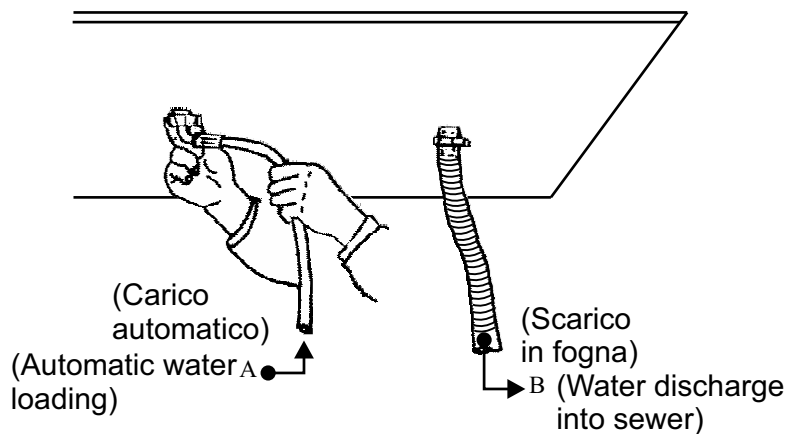

Fig.2
Se si utilizza la cappa non completamente aperta "H1" e poi si dovesse cambiarle di nuovo l'altezza d'apertura in "H2 ...", prima vanno resettati gli attuatori (A)(FIG.2), portando SEMPRE a fine corsa, superiore o inferiore, la cappa. Per evitare eventuali disassamenti fra loro. **IMPORTANTISSIMO**
When using the dome not completely open "H1" and afterwards one changes again the height of the opening like "H2", you have to reset before the lifting motors (motoreducers) (A)(FIG.2) bringing the dome ALWAYS at its upper or lower limit stop. This to avoid any eventual misalignment between the two motoreducers. **VERY IMPORTANT !**
Wenn die Abdeckhaube nicht komplett hochgefahren utilized wird "H1" und die Hoehe zwischendurch verstellt wird "H2", muss man Antriebmotore (A) (FIG.2) zurueckstellen (Reset) und die Abdeckhaube IMMER komplett hochfahren oder komplett herunterfahren um Fluchtfehler zu vermeiden. **SEHR WICHTIG**
MUY IMPORTANTE. Si la campana se usa no completamente elevada H1 y en seguida se cambia el nivel de elevación en H2 , hay que reajustar los motores (A)(FIG.2) llevando SIEMPRE la campana, hasta el limite, inferior o superior, para evitar posible desviaciones entre los motores.
Dans le cas où le couvercle n'est pas complètement ouvert « H1 » et vous devez le ouvrir encore en «H2 » , avant de faire ça il faut réinitialiser les motoreducteurs (A)(FIG.2) en conduisant TOUJOURS en fin de course vers le haut ou vers le bas, le couvercle.
1. Sostenere la cupola. **2.** Togliere l'alimentazione. **3.** Rimuovere le griglie di aerazione. **4.** Allentare le viti di fissaggio del supporto motore, poste sui lati esterni, sotto la vasca. **5.** Sfilare il motore dal supporto. **6.** Nel caso il motore fosse bloccato con la catena di sollevamento all'interno del tubo di guida, occorre svitare tutte le viti del supporto e sfilare il motore e la catena verso il basso. **7.** Scollegare i fili di alimentazione elettrica del motore stesso. **8.** Sostituire il motore e ripristinare tutto nelle stesse posizioni (vedi Fig.2).
1. Lower the cover. **2.** Turn the appliance off. **3.** Remove the ventilation grilles. **4.** Loosen the fixing screws of the motor support, on the outside, under the basin. **5.** Take the motor out of the support. **6.** If the motor is blocked by the lifting chain inside the guide tube, you must remove all screws of the support and proceed to remove the motor and chain from the bottom. **7.** Disconnect the motor's power supply wires. **8.** Replace the motor and refit all components removed (see fig.2)
1. Die Kuppel festhalten. **2.** Strom wie abschalten. **3.** Lüftungsgitter entfernen. **4.** Lösen Sie die Befestigungsschrauben des Motorlagers, die sich an den Außenseiten unter der Wanne befinden. **5.** Ziehen Sie den Motor aus dem Motorlager. **6.** Sollte der Motor mit der Hubkette innerhalb des Führungsrohrs blockiert sein, müssen alle Schrauben des Lagers abgeschraubt und der Motor und die Kette nach unten herausgezogen werden. **7.** Die Stromversorgungskabel vom Motor trennen. **8.** Den Motor ersetzen und alles in der ursprünglichen Position wieder montieren (siehe Abb. 2).
1. Ondersteun de koepel. **2.** Sluit de elektriciteit af. **3.** Verwijder de ventilatieroosters. **4.** Draai de bevestigingsschroeven van de motorbehuizing aan de buitenzijden, onder de bak, los. **5.** Haal de motor uit de behuizing. **6.** Indien de motor door de hefketting in de geleidebuis geblokkeerd is, dient u alle schroeven van de behuizing los te draaien en de motor en de ketting naar beneden weg te nemen. **7.** Maak de elektriciteitsdraden van de motor los. **8.** Vervang de motor en breng alles weer in de oorspronkelijke staat terug (zie Fig. 2)
1. Sustente a cúpula. **2.** Desligue a alimentação eléctrica. **3.** Remova as grelhas de ventilação. **4.** Desaperte os parafusos de fixação do suporte do motor, situados nos lados externos, em baixo do tanque. **5.** Extraia o motor do suporte. **6.** Se o motor estiver bloqueado com uma corrente de elevação no interior do tubo de guia, é necessário desapertar todos os parafusos do suporte e extrair o motor e a corrente por baixo. **7.** Desligue os fios da alimentação eléctrica do próprio motor. **8.** Substitua o motor e volte a montar o conjunto na posição original (ver a Fig. 2).
1. Sänk kupolen. **2.** Slå från eltilförseln. **3.** Ta bort ventilationsspjällen. **4.** Lossa motorhållarens fästskruvar som är placerade på utsidorna under behållaren. **5.** Dra ut motorn från hållaren. **6.** Om motorn är blockerad med lyftkedjan inuti styrröret ska du skruva loss stödets skruvar och dra ut motorn och kedjan nedåt. **7.** Frånkoppla motorns elkablar. **8.** Byt ut motorn och sätt tillbaka allt på samma plats (se fig.2)
1. Støt hætten. **2.** Frakobl strømmen. **3.** Fjern udluftningsristene. **4.** Løsn fastgøringsskruerne på motorens støtte. Skruerne er anbragt på ydersiderne under beholderen. **5.** Fjern motoren fra støtten. **6.** Hvis motoren er blokeret med løftekæden indvendigt i styrrøret, er det nødvendigt at løsne samtlige skruer, der er anbragt på støtten og fjerne motoren og kæden ved at trække dem nedad. **7.** Kobl ledningerne fra motoren. **8.** Udskift motoren og montér delene i de oprindelige positioner på ny. (Jvf. Fig. 2).
1. Ondersteun de koepel. **2.** Sluit de elektrische voeding af. **3.** De roosters voor de verluchting verwijderen. **4.** De schroeven voor de vasthechting van de motor support, die zich op de buitenkanten onder de kuip bevinden, losdraaien. **5.** De motor uit het support halen. **6.** Indien de motor door de hefkettingen in de geleidebuis geblokkeerd is, dient u alle schroeven van de behuizing los te draaien en de motor en de ketting naar beneden weg te nemen. **7.** Koppel de elektriciteitsdraden van de motor los. **8.** Vervang de motor en breng alles in de oorspronkelijke staat terug (zie Fig. 2).